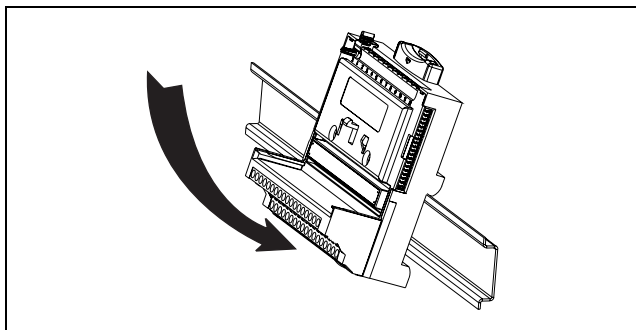

図2. DIN レールにターミナルベースを取り付ける
3. 図2のように、ターミナルベースの背面にあるへりを35 mm DIN レールの上に取り付けてDIN レールにはめ込みます。